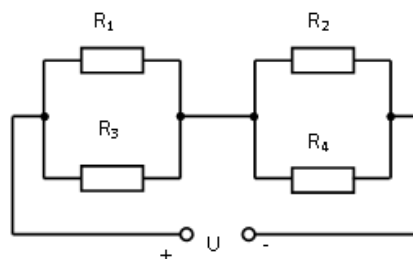

Рис.7
1. Найдите эквивалентное сопротивление (рис.7) и силу тока в цепи, если $R_1=20$ Ом, $R_2=60$ Ом, $R_3=10$ Ом, $R_4=10$ Ом, $U=400$ В.